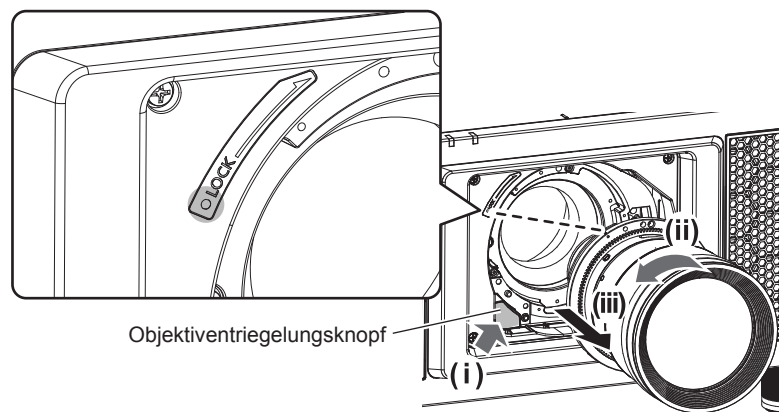

Abb. 1
2) Entfernen Sie das Projektionsobjektiv, indem Sie es gegen den Uhrzeigersinn drehen, während Sie die Objektivriegelungstaste drücken. (Abb. 1)